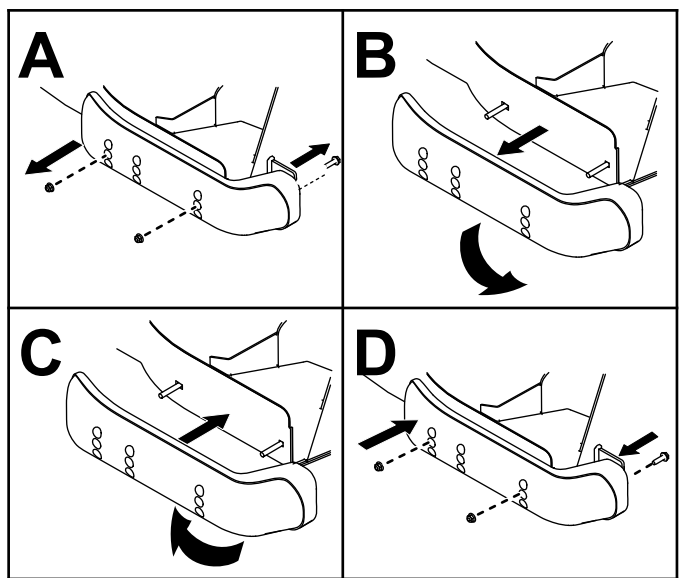

Рисунок 135
5. Снимите полозья с боковых частей деки газонокосилки (Рисунок 135).
6. Поменяйте местами полозья и установите их с помощью ранее снятых винтов (Рисунок 135).